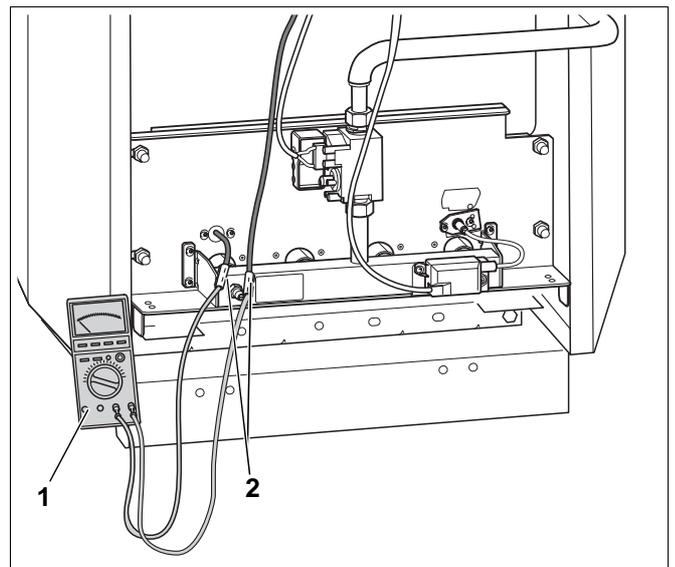

Abb. 30 Ionisationsstrom messen
- Messgerät (Abb. 30, **Pos. 1**) an den Kontakten der aufgetrennten Steckverbindung des Überwachungskabels (Abb. 30, **Pos. 2**) in Reihe anschließen.
- Am Messgerät (Abb. 30, **Pos. 1**) den μA -Gleichstrombereich wählen.
- Steckverbindung des Überwachungskabels (Abb. 30, Seite 45, **Pos. 2**) wieder zusammenstecken.